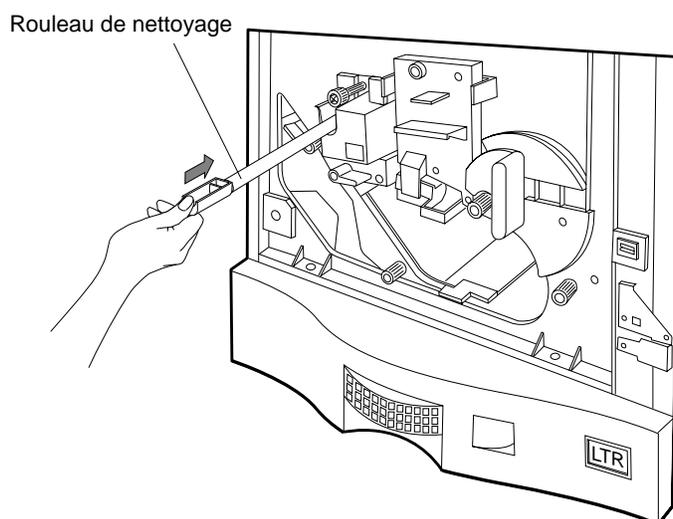

Figure 4-7 Insertion du rouleau de nettoyage
3. Insérez le nouveau rouleau de nettoyage jusqu'à ce qu'il s'enclenche en position, comme illustré à la Figure 4-7.